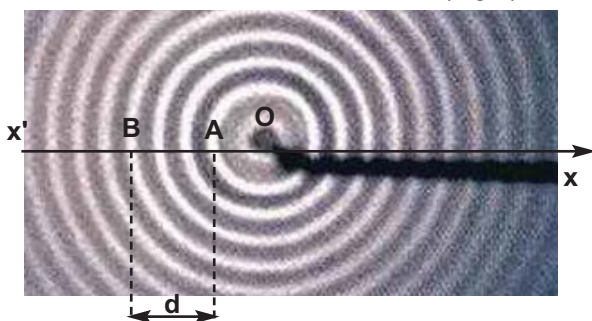

Fig.1
**7** En un point O de la surface de l'eau d'une cuve à ondes, une source ponctuelle produit des oscillations sinusoïdales verticales d'amplitude  $a$  et de fréquence  $N$ . Des ondes entretenues de formes circulaires se propagent à la surface de l'eau avec la célérité  $v$  (Fig.1).